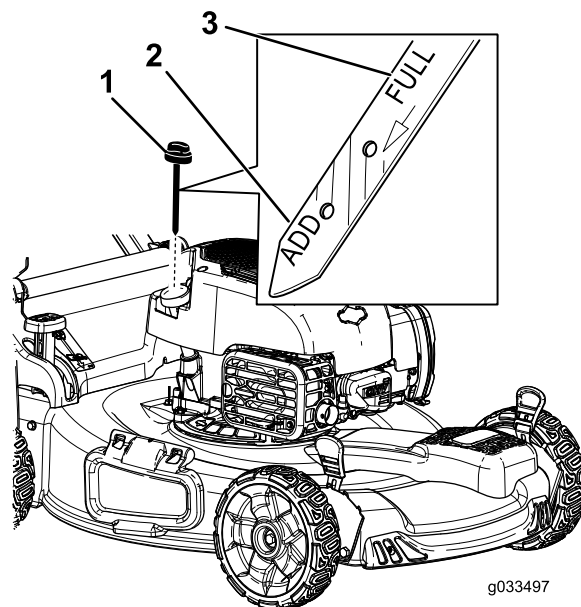

Рисунок 14
5. Выньте щуп и проверьте уровень масла по щупу, см. Рисунок 14.
2. Извлеките масломерный щуп (Рисунок 14).